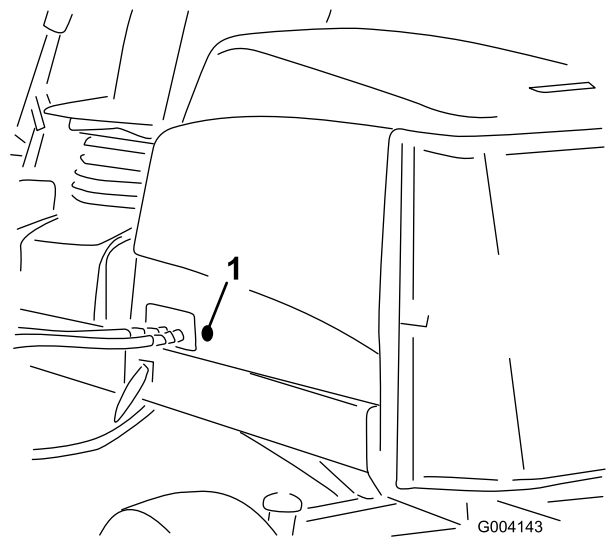

**Bild 15**
Die Rasenkompensierungsfeder (Bild 15) verlagert das Gewicht von der Front- zur Heckrolle. Dies reduziert ein Bobbing genanntes Wellenmuster auf der Rasenfläche.
1. Stellen Sie sicher, dass der Lastösenbolzen in das hintere Loch in der Federstange eingesetzt ist (Bild 15).
2. Ziehen Sie die Sechskantmuttern vorne an der Federstange an, bis die zusammengedrückte Länge der Feder am Reelmaster 5410 mit 12,5-cm-Schneideinheiten 12,7 cm oder am Reelmaster 5510 und mit 17,8-cm-Schneideinheiten 15,9 cm beträgt, siehe Bild 15.